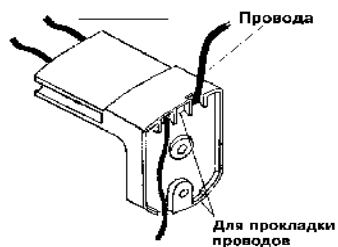

Рис.3
2. Удалите в кронштейне заглушки, которые будут использоваться для прокладки проводов. Провода пропустите через каналы кронштейна и закрепите кронштейн в выбранном месте на стене (рис.3).